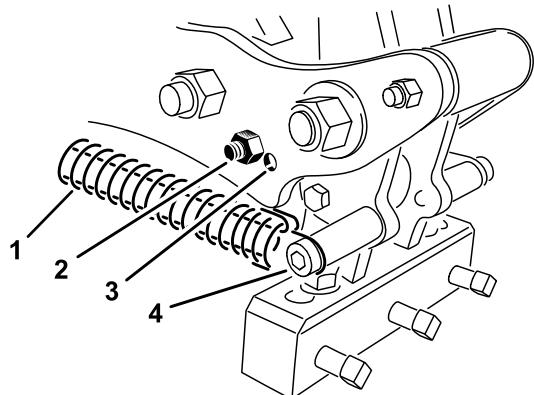

Figura 35
Defina o ângulo do dente de acordo com o comprimento do dente utilizando um dos dois orifícios de ajuste no braço de ligação. Estes orifícios são apenas predefinidos. Quando utilizar dentes de 17,8 mm a 25,4 mm, posicione o para-choques da cabeça o mais perto da parte de trás da cabeça do dente. Pode precisar de utilizar outra posição - o orifício mais afastado da cabeça (Figura 35) devido a variações nas condições do solo.
3. Liberte a tensão da mola para a cabeça do dente (Figura 35).
4. Retire o parafuso do pára-choques e o pára-choques do braço de ligação e volte a colocá-los no outro orifício de ajuste (Figura 35).